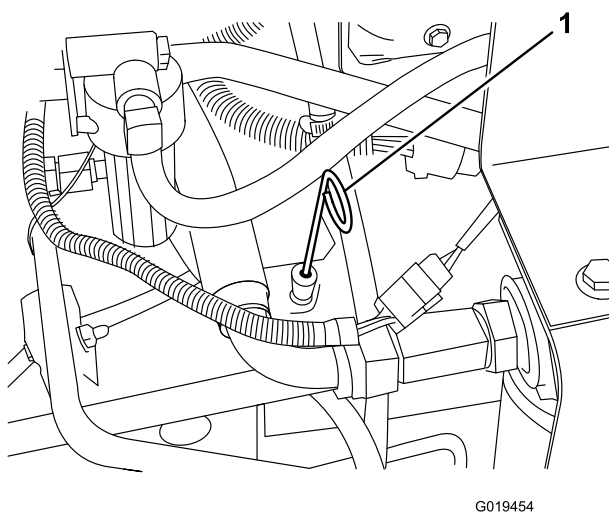

Figura 49
3. Togliete l'asta di livello (Figura 49), pulitela strofinando, rimettetela nel tubo ed estraetela di nuovo.